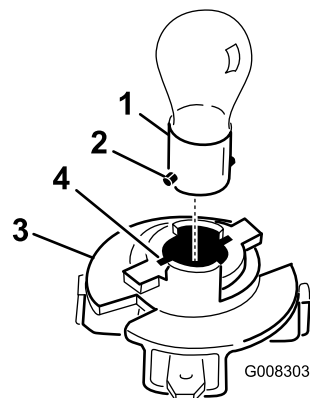

Figure 32
8. Poussez sur l'ampoule pour la tourner à fond vers la gauche (env. 1/4 tour) et retirez-la de l'embase (Figure 32).
1. Alignez les deux ergots en métal de la base de l'ampoule et les fentes de l'embase, et insérez la base dans le support (Figure 32).
3. Alignez ces languettes (Figure 32) et les rainures du réflecteur.